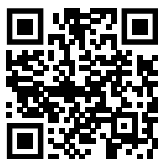

Fig. 97
- ▶ Öffnen sie das Liebherr SmartMonitoring Dashboard. (siehe Fig. 97)